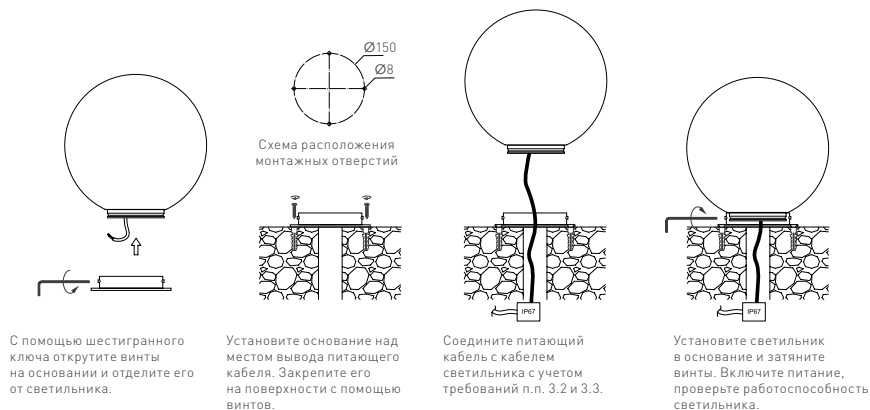

Рис. 3. Установка светильника на твердое основание
- 3.5. При установке светильника на твердое основание (бетон, камень, дерево) следуйте инструкции, приведенной на рис. 3.